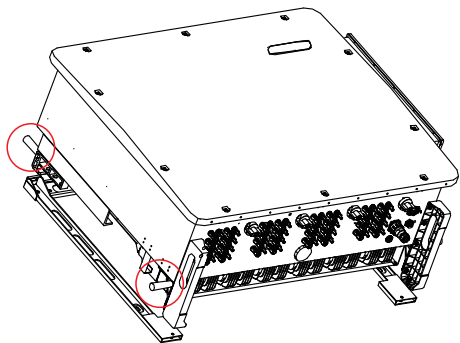

Bild 3.5 Handtag för växelriktaren
2. Två personer behövs för att ta ut växelriktaren ur transportlådan. Använd de handtag som är integrerade i kylflänsen för att ta ut växelriktaren ur lådan (se bild 3.5).